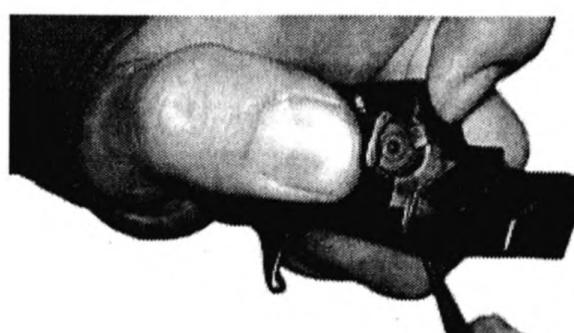

Рис. 12
– отжав выбрасыватель назад, выколоткой через наклонное отверстие в затворе вытолкнуть ось выбрасывателя; отделить выбрасыватель и пружину выбрасывателя (**рис. 12**);